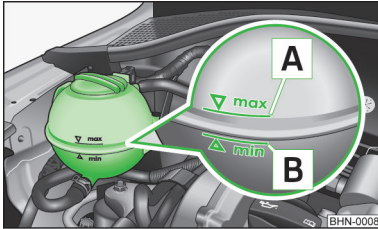

Abb. 126
Die Bezeichnung des Kühlmittels ist auf dem Kühlmittelausgleichsbehälter aufgeführt » Abb. 126 auf Seite 144.
- Das Kühlmittel nicht über die Markierung **A** auffüllen » Abb. 126 auf Seite 144.
**Kühlmittelausgleichsbehälter** » Abb. 126
➤ Den Kühlmittelstand am Kühlmittelausgleichsbehälter prüfen » Abb. 126.
Bei betriebswarmem Motor kann das Prüfergebnis ungenau ausfallen. Der Stand kann auch über der Markierung **A** » Abb. 126 liegen.